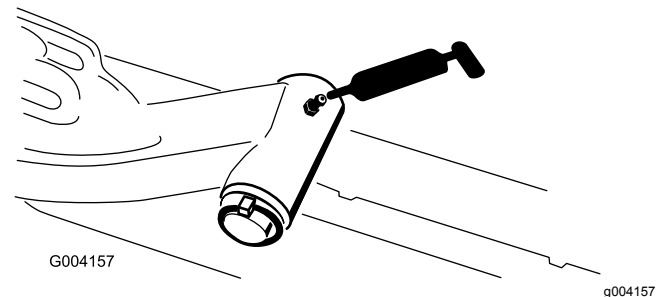

Figura 75
- Eje pivotante del brazo de elevación (1 en cada) (Figura 75)